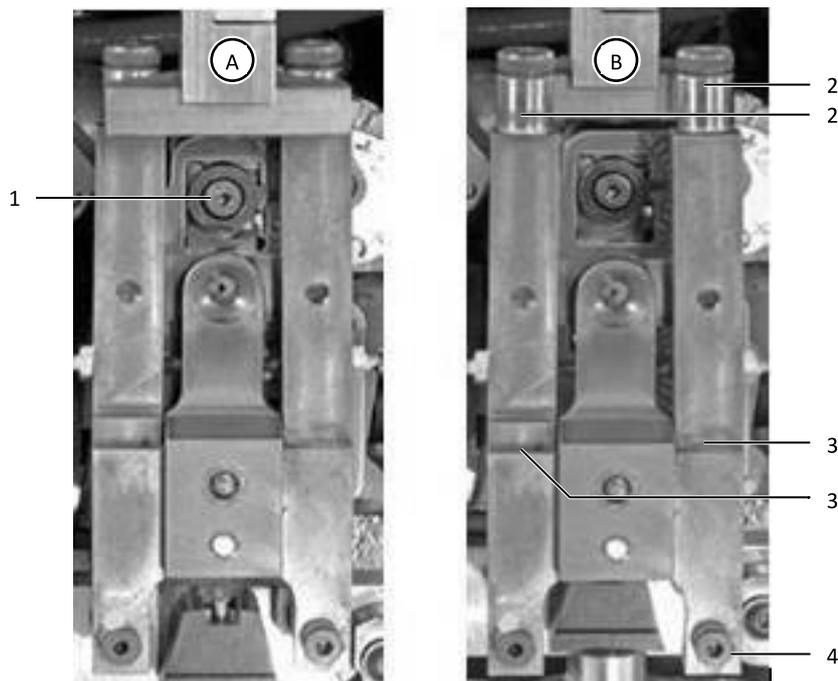

Imagen 18: Unidad de fijación del trenzado en posición operativa (A) y desplazada hacia delante (B)
- Limpie el embudo de inserción (imagen 18, pos. 1) con un pincel.
- Tire la unidad de fijación del trenzado hacia delante (imagen 18, pos. B).
- Compruebe si los rodillos (imagen 18, pos. 2) se deslizan con facilidad.
- Lubrique los puntos de giro (imagen 18, pos. 3) de la unidad de fijación del trenzado.
- Asegúrese que la unidad de fijación del trenzado se encuentra en la posición avanzada (imagen 18, pos. B).
- Extraiga el tornillo inferior derecho de la unidad de fijación del trenzado (imagen 18, pos. 4).